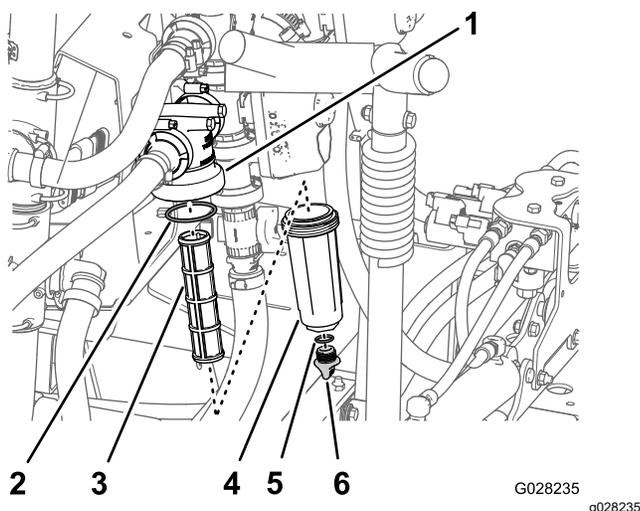

Рисунок 51
2. Поместите сливной поддон под фильтр линии нагнетания (Рисунок 51).
3. Поверните крышку сливного отверстия против часовой стрелки и снимите ее со стакана фильтра линии нагнетания (Рисунок 51).
4. Поверните стакан против часовой стрелки и отделите его от головки фильтра (Рисунок 51).
5. Снимите элемент фильтра линии нагнетания (Рисунок 51).
7. Проверьте прокладку пробки сливного отверстия (расположенную внутри стакана) и прокладку стакана (расположенную внутри головки фильтра) на наличие повреждений и износа (Рисунок 51).
8. Вставьте элемент фильтра линии нагнетания в головку фильтра (Рисунок 51).
9. Установите стакан на головку фильтра, затянув от руки (Рисунок 51).
10. Установите крышку сливного отверстия на штуцер в нижней части стакана и затяните крышку от руки (Рисунок 51).